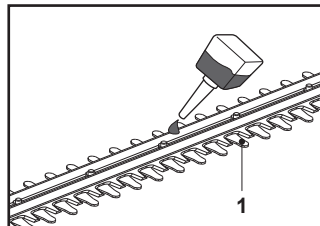

Fig. 10
9. Lubrifiază suprafețele interne ale lamei dacă dispozitivul de tăiere (lama) (1) se supraîncălzește în timpul utilizării (Fig. 10).
1. Păstrează dispozitivul de tăiere (lama) (1) curat și fără resturi. Îndepărtează resturile vegetale cu o perie.
2. Aplică o cantitate mică de lubrifianț adecvat pe dispozitivul de tăiere (lamă) pentru a păstra o bună performanță de tăiere (Fig. 10).